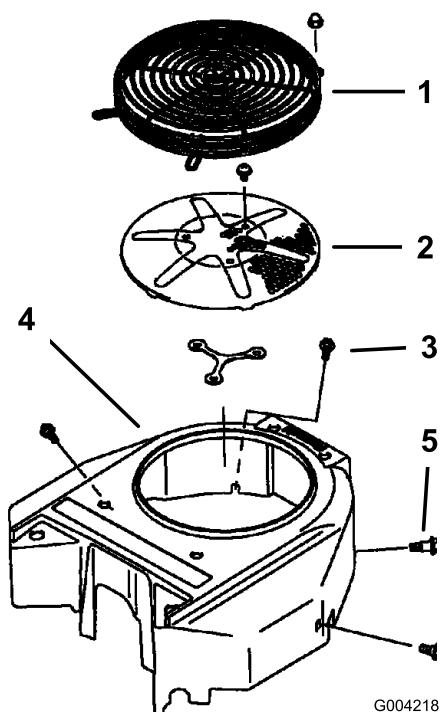

Bild 79
Entfernen Sie Schnittgutansammlungen, Schmutz und andere Rückstände vor jedem Einsatz der Maschine vom Motorgitter. So gewährleisten Sie eine ausreichende Kühlung sowie die richtige Motordrehzahl und verringern die Gefahr einer Überhitzung und mechanischer Motorschäden (Bild 79).
3. Nehmen Sie das Ansauggitter, den Rücklaufstarter und das Lüftergehäuse ab (Bild 79).
5. Montieren Sie das Luftansauggitter, den Rücklaufstarter und das Lüftergehäuse (Bild 79).